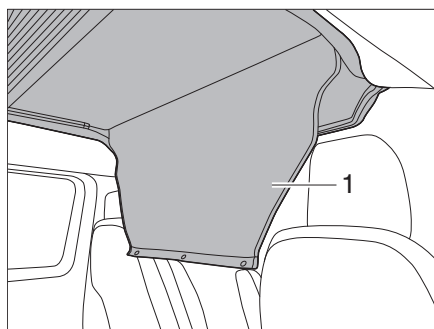

Figura 24 Desenrollar la cubierta de acceso
- Desenrollar la cubierta de acceso (Figura 24,1).
- Cerrar la cubierta de acceso (Figura 24,1) con los broches.